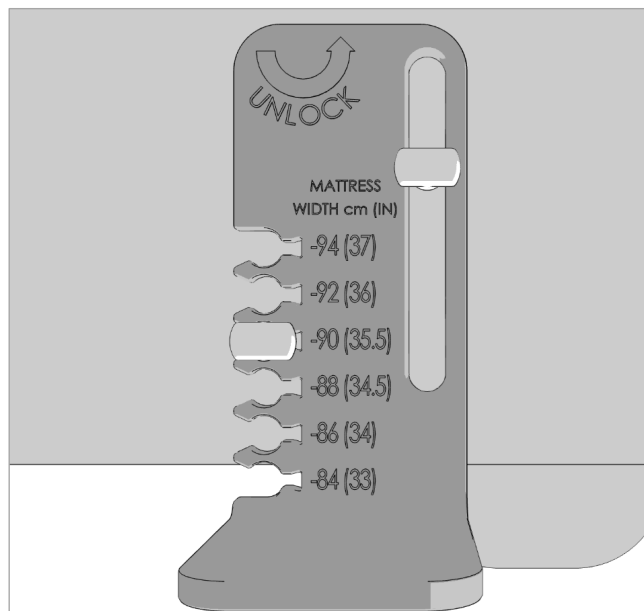

Afbeelding 8.15
16. De matrasbeugel moet met de klok mee worden gedraaid en geschoven totdat de gewenste aangegeven matrasbreedte overeenkomt met de oriëntatiesteun zoals weergegeven in Afbeelding 8.15.